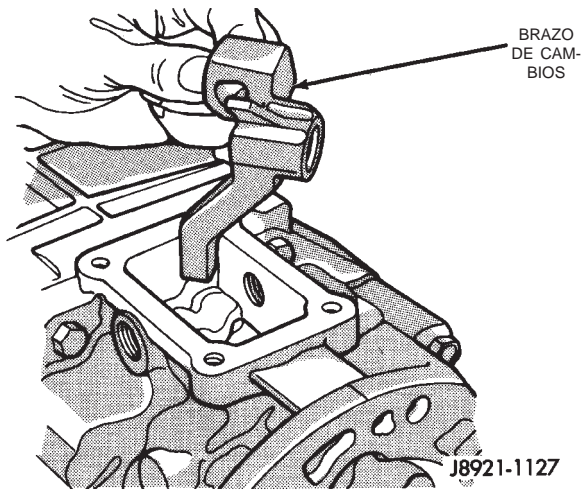

Fig. 39 Emplazamiento del brazo de cambios en la cubierta del adaptador o retenedor de cojinete trasero
- (10) Emplace el brazo de cambios en la abertura de la torre del cambiador de la cubierta del adaptador o retenedor de cojinete trasero (Fig. 39). Asegúrese de que el brazo de cambios esté acoplado a las correderas de cambios.